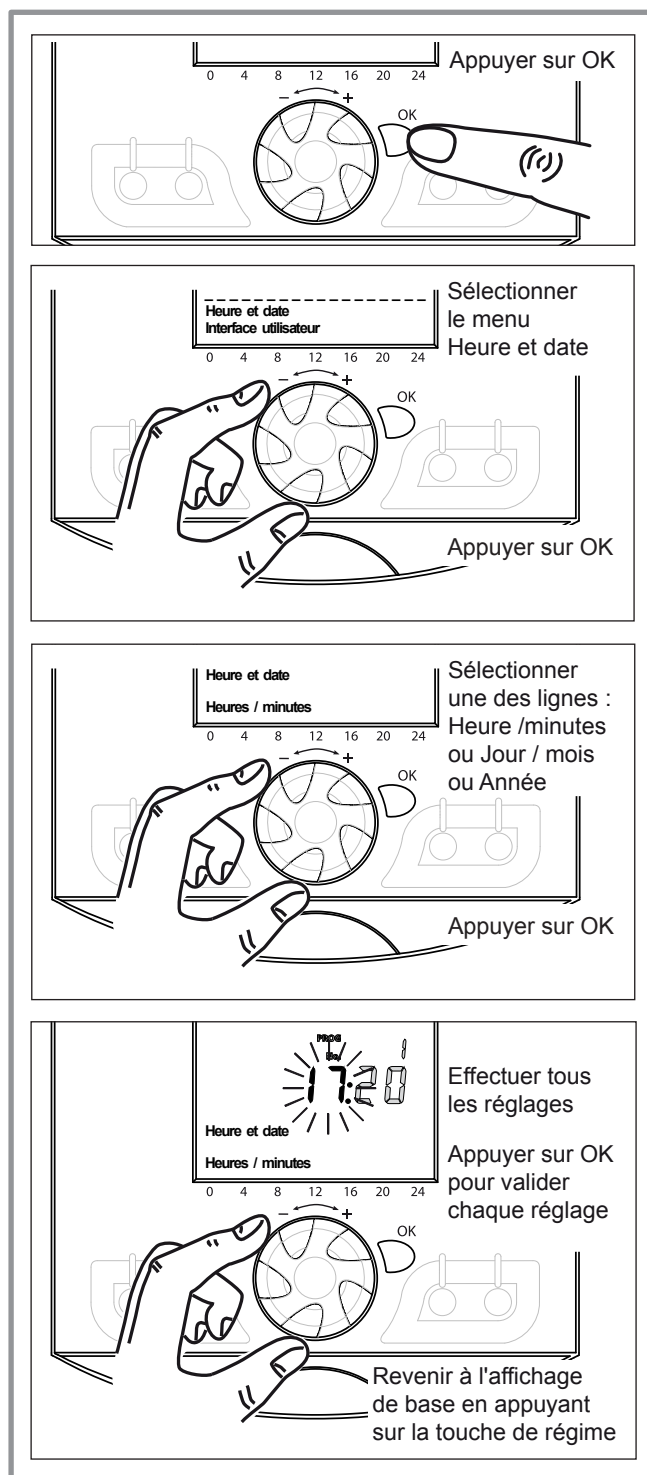

figure 59 - Réglage de l'heure et de la date
- Régler l'heure et la date en cours (figure 59).